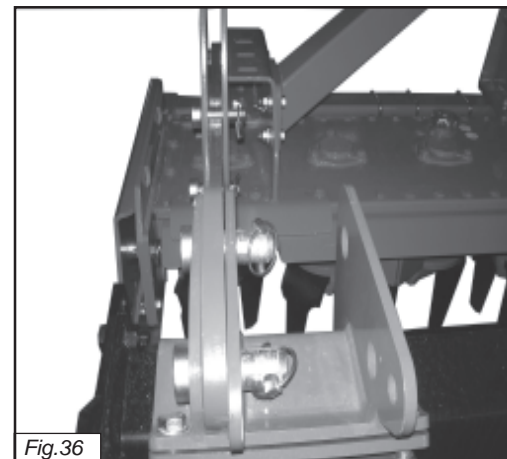

Fig.36
3) Verificare la perpendicolarità tra il braccio di attacco del rullo ed il corpo macchina.(fig.36)
3) Vérifier la perpendicularité entre le bras d'attelage du rouleau et la machine (Fig.36)